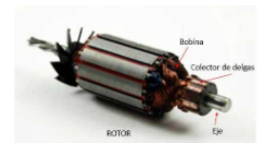
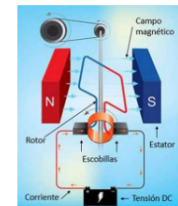

Figura 4: Partes del motor
Figura 5: rotor y los campos magnéticos
Los motores que vamos a utilizar son motores de continua (DC). Está conectado a un driver L298N. Estos instrumentos serán alimentados por unas pilas que dan una energía de 6V. En el motor, esta corriente pasará por unas *escobillas* hechas de un material que resista a la fricción, hasta al colector de delgas del rotor, donde se establece una conexión entre la parte fija y la móvil. Esta parte móvil llamada rotor, consiste en una bobina que cierra un circuito eléctrico que genera corriente. Debido a eso, aparecen *dos campos magnéticos* alrededor del rotor (cf. figura 5). Y este último, al estar rodeado de imanes, está a su vez bajo la influencia del campo magnético (experimento de Faraday) (cfr. figura 4). La ley del Movimiento Circular Uniforme y la ley de Faraday de la Inducción Electromagnética es en lo que se basa el motor.